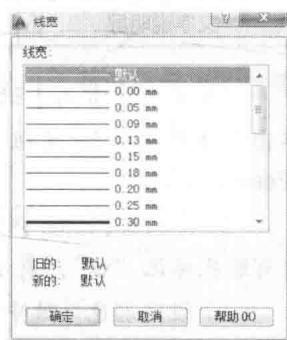

图 1-10 【线宽】对话框
(7) 设定线宽。选中“主回路层”，单击与所选图层关联的线宽图标——默认，弹出【线宽】对话框，如图 1-10 所示。指定线宽为 0.5mm，单击【确定】按钮，完成对图层线宽的设置。
(8) 指定当前层。选中“主回路层”，单击勾选按钮，图层前出现绿色标记“√”，说明“主回路层”为当前层。
(9) 关闭【图层特性管理器】对话框，单击【绘图】面板上的 直线 按钮，任意绘制几条线段，这些线段的颜色为黑色，线宽为 0.5mm。单击状态栏中的 + 按钮，使这些线条显示出线宽。
(10) 设定“控制回路层”或“虚线层”为当前层，绘制线段，